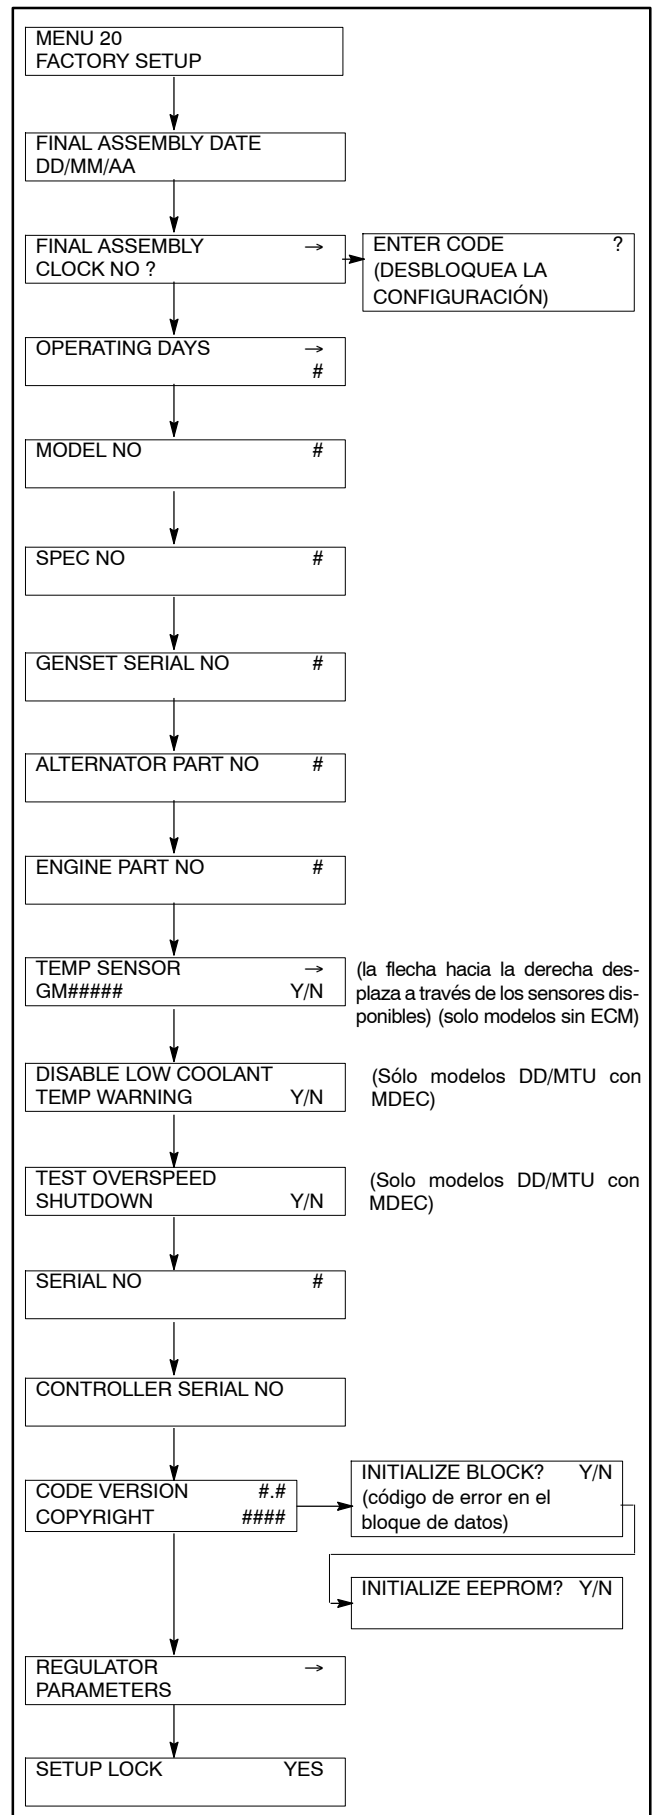

Figura 7-9 Menú 20, Factory Setup (Configuración de fábrica)
- c. Utilice el teclado del controlador para ir al menú 20, Configuración de fábrica. Consulte la Figura 7-9 para acceder a las pantallas.
- d. Utilice el teclado del controlador para ir al menú 20, Configuración de fábrica. Consulte la Figura 7-9 para acceder las pantallas.
- i. Vaya al menú 20, Factory Setup (Configuración de fábrica). Consulte la Figura 7-9 para acceder las pantallas.